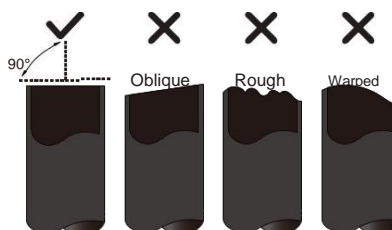

Fig. 6.1
3. Asigurați-vă că țeava este tăiată perfect la un unghi de 90°. Fig. 6.1 pentru exemple tăiate proast.